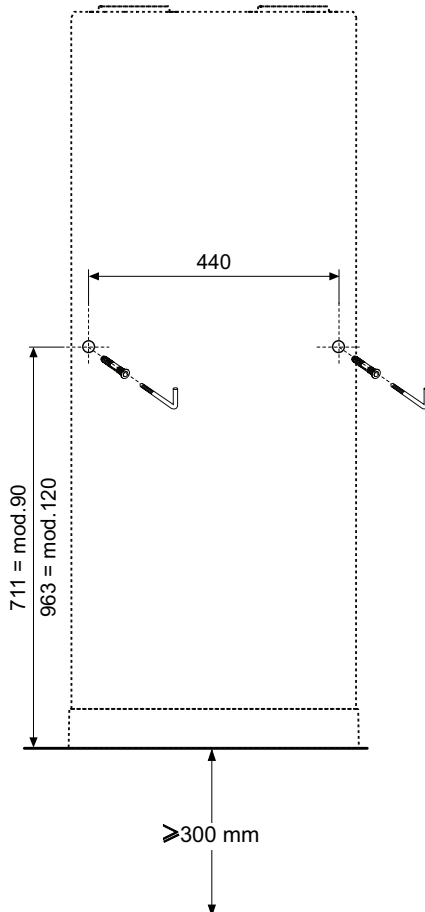

fig. 44 - Indicación de la perforación
- Perforar como se indica en fig. 44.